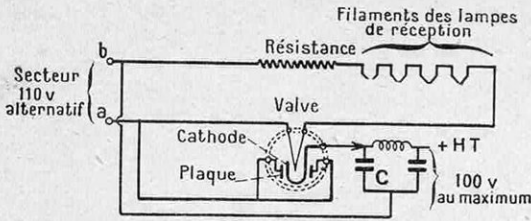

FIG. 10. — MONTAGE D'UN POSTE MINIATURE FONCTIONNANT SUR TOUS COURANTS
de redressement sous 25 volts (1). La tension nécessaire pour le chauffage d'un poste à quatre lampes est donc de $(4 \times 6 \text{ v}) + 25 \text{ v} = 49$ volts environ. Le secteur fournissant normalement 110, le surplus est absorbé par une résistance spéciale mise en série avec les éléments chauffants (fig. 10).
Au contraire, si on inverse le sens du courant, les filaments seront bien chauffés, mais le poste ne fonctionnera pas. En effet, à ce moment, les cathodes de la lampe seront reliées à la borne positive et la valve isolera les plaques de la borne négative, ne pouvant pas laisser passer le courant dans le sens cathode-plaque (fig. 10).